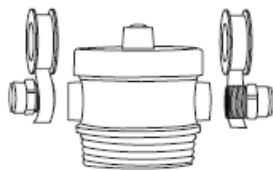

Figura 1
3. Aplique cinta Teflón® (2 1/2 vueltas) alrededor del accesorio del tubo de cobre MNPT de 3/4" x 1/2" (1,27 cm) en el sentido de las manecillas del reloj (ver Figura 1) y fíjela contra la cabeza del filtro. No utilice sellador para tubos (acetato), puesto que los solventes de algunos tipos de acetatos para tubos podrían hacer que se dañen los accesorios plásticos. No apriete demasiado, pues podría dañar la cabeza del filtro.